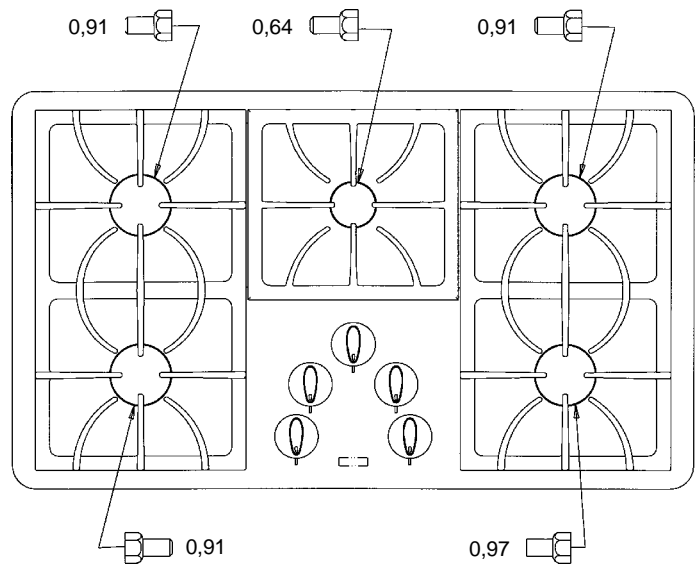

FIGURE 9
Étape 4 : Trouver le paquet de raccords à orifice GPL inclus avec la documentation. Les raccords ont un nombre estampillé en petits chiffres sur le côté. Ce nombre est un code du diamètre de l'orifice et de l'emplacement du brûleur qui lui convient. Les figures 9 et 10 montrent l'emplacement correct d'un raccord à orifice pour GPL.